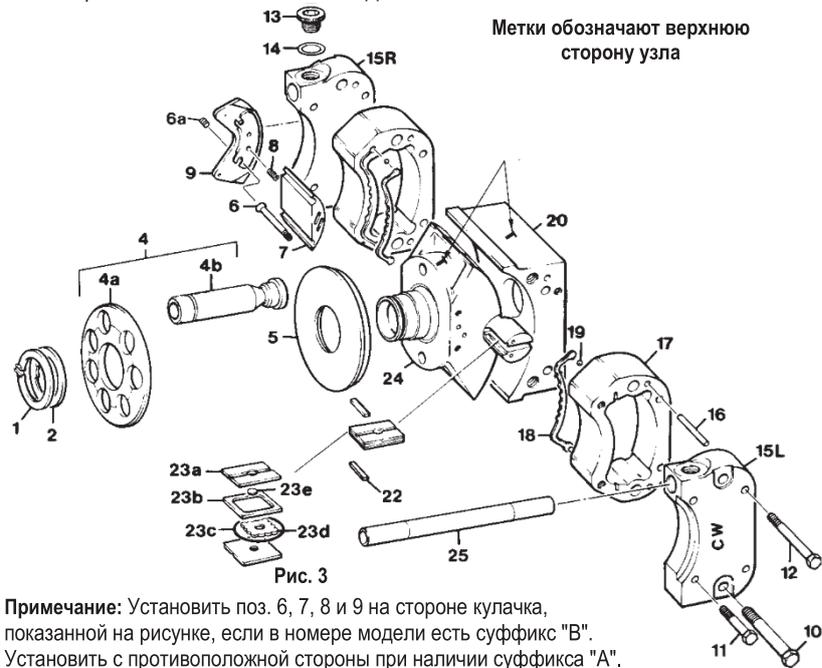

Рис. 3
См. рис. 3. Поставить люльку (20) на чистую ровную поверхность широкой плоской стороной вниз. Установить качающийся кулачок (24) на люльку (20) так, чтобы сделанные ранее метки на кулачке и люльке располагались сверху.
Установить собранный картридж в прорезь в кулачке, как показано на рис. 3. Повторить действия 1, 2 и 3, чтобы собрать и установить картриджное уплотнение с другой стороны кулачка.
См. рис. 3. Вставить семь поршней с опорными башмаками (4b) в держатель (4a). Установить весь узел (4) на центральную бабку вплотную к наклонной шайбе.